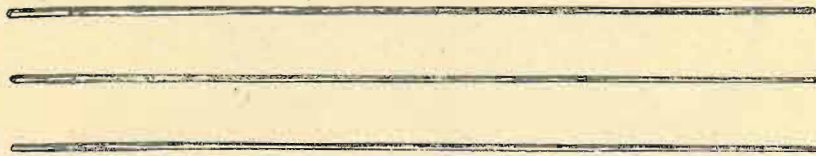

Fig. 11 — Base d'antenna MP-65( ) ed elementi d'antenna a stilo MS-116, MS-117, ed MS-118.
h. ELEMENTI D'ANTENNA A STILO DA MS-116 AD MS-118 (fig. 11). Questi elementi, in acciaio flessibile, sono lunghi ciascuno 38 pollici (96,5 cm). Possono essere impiegati più elementi MS-116, per accrescere la lunghezza dell'antenna. Questi elementi d'antenna a stilo possono essere impiegati solo con la base d'antenna MP-65(-).